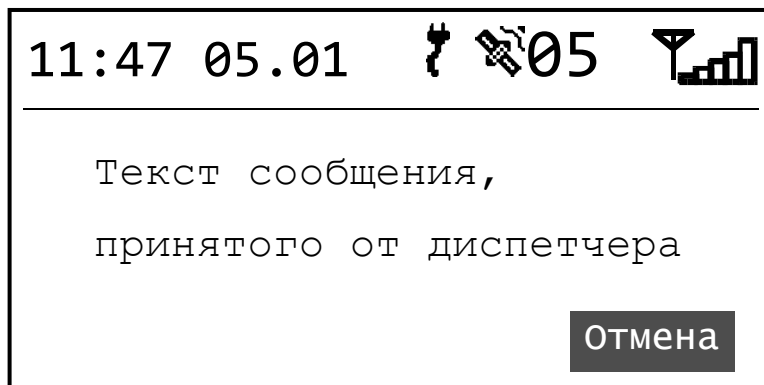

Рисунок 9 - Прием сообщения от диспетчера
2.3.3.2.1 При приеме текстового сообщения изделие издает звуковой сигнал, и на дисплее отображается текст принятого сообщения, рисунок 9.